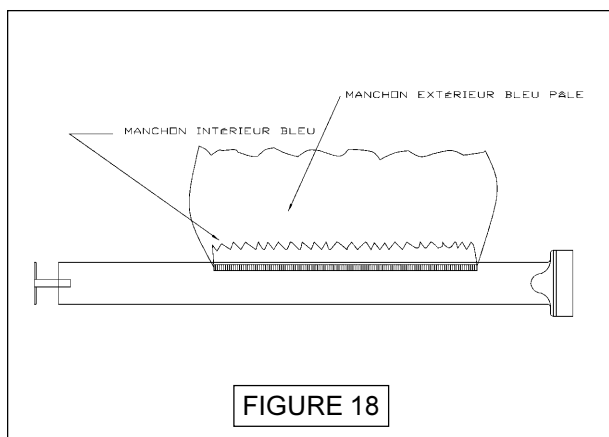

FIGURE 18
B. La flamme du brûleur principal doit avoir un manchon intérieur bleu bien défini avec un manchon extérieur d'un bleu plus pâle. Voir la figure 18 ci-dessus.